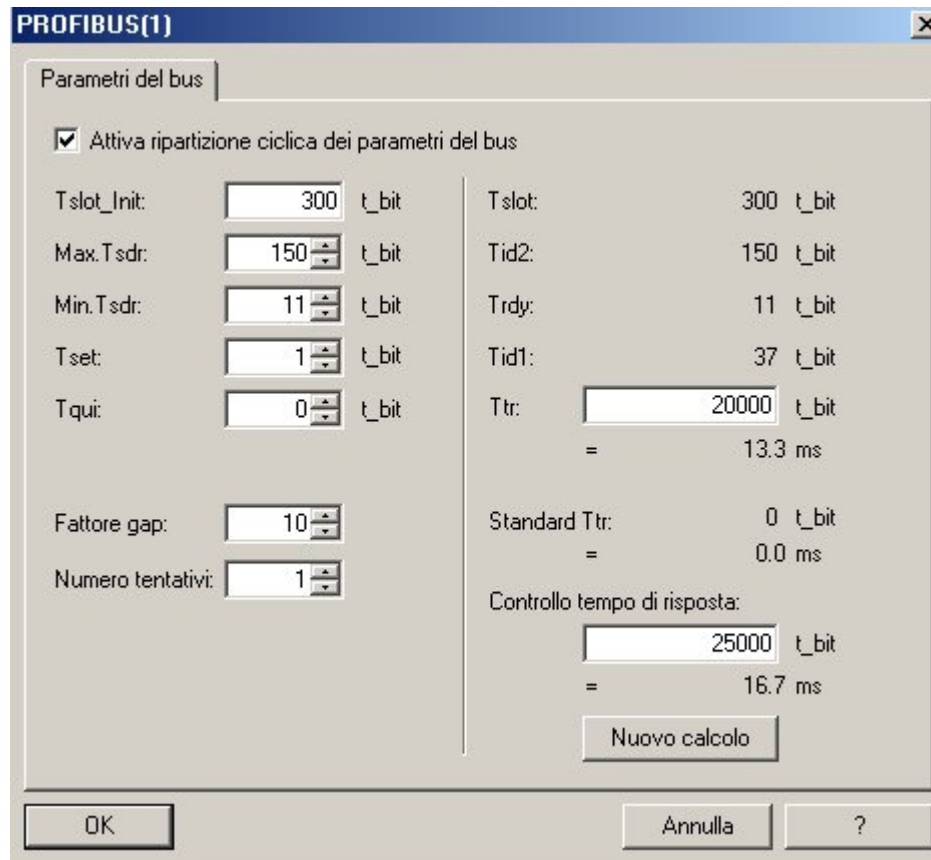

Figura 20
- **Parametri del bus.** Facendo click su questo pulsante si aprirà la finestra che permette l'assegnazione dei valori ai principali parametri che regolano il funzionamento di un Profibus DP e che sono stati illustrati nel Capitolo 3 (si veda la Figura 20).